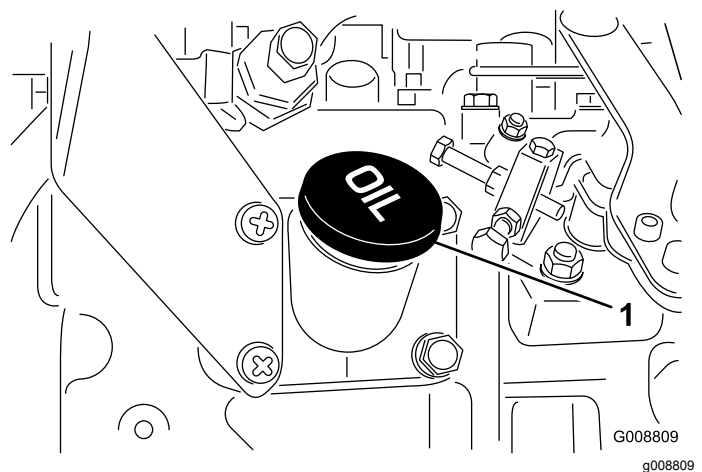

Bild 13
4. Wenn der Ölstand unter dem sicheren Bereich liegt, nehmen Sie den Fülldeckel ab (Bild 13) und gießen Sie genug Öl ein, um den Ölstand bis zur VOLL-Marke anzuheben. **Füllen Sie nicht zu viel ein.**